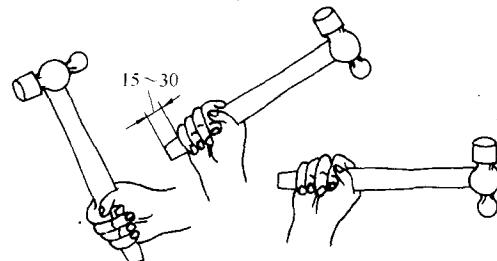

图1-16 手锤紧握法
①紧握法：如图1-16所示，用右手紧握锤柄，大拇指合在食指上，虎口对准锤头方向，木柄尾端露出15~30mm。在锤击过程中五指始终紧握，但此法容易疲劳，尽量少用。